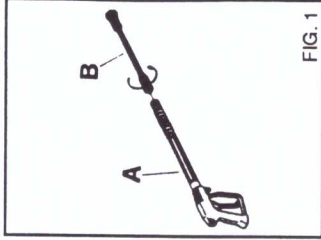

FIG. 1
**PREPARAZIONE DELLA LANCIA (fig. 1)**
- Collegare la prolunga (B) all'impugnatura (A).